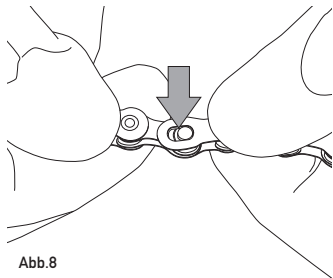

Abb.8
- Setzen Sie die Stifte in den Bereich mit dem größten Durchmesser der Ösen des C-Link™ ein (**Abb. 8**).